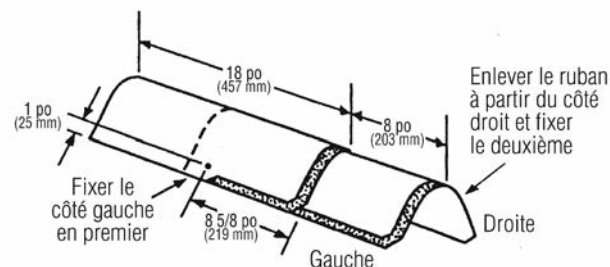

Figure 16-16 : Pose de bardeaux de Shangle Ridge sur les arêtes et les faîtes.
7. Clouer chaque bardeau pour faîtes et arêtes au moyen de deux clous (figure 16-16). Les clous doivent être longs de  $1\frac{3}{4}$  po (45 mm) ou plus, de façon à ce qu'ils pénètrent dans la dalle de  $\frac{3}{4}$  po (19 mm) ou qu'ils la traversent d'au moins  $\frac{1}{8}$  po (3,2 mm). Laisser 8 po (203 mm) du bardeau exposé le long de la ligne de faîte ou d'arête et recouvrir tous les clous.